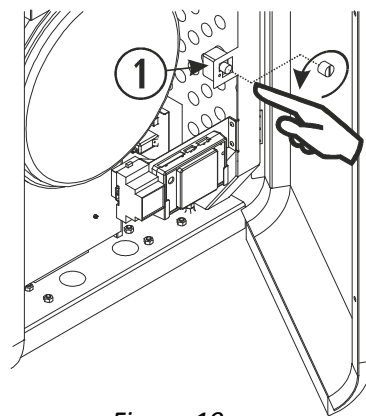

Figura 19
- 6.11. *Con la caldera desenchufada*, comprobar el termostato de seguridad que se encuentra en el interior de la caldera, abriendo la puerta lateral derecha. Para activarlo se debe desenroscar el tapón y pulsar el botón si fuese necesario, si el termostato se encuentra activado escuchará un “clic”. En la *figura 19*, se ilustra la posición del termostato en la Cantina Nova. La Aveiro, tiene su termostato de seguridad en la misma posición.